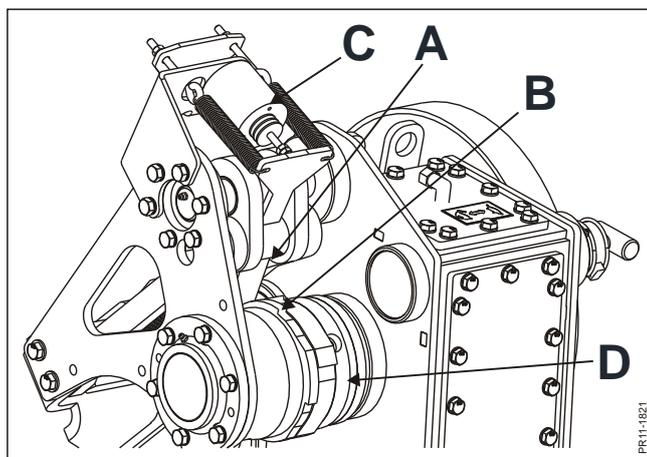

Abb. 5-3
**Abb. 5-3** Sobald das Metall erkannt wurde, wird ein Signal gesendet, sodass die Spannung an der Magnetspule **C** getrennt wird. Dadurch wird die Raste **A** aktiviert, und es wird das Rad **B** der Ratsche zugeschaltet, das den Einzug blockiert und die Kupplung **D** löst. Gleichzeitig bewegt sich der Rückwärtsgang in die Neutralstellung.